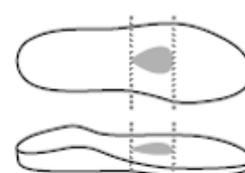

Abb. 4: retrokapitale Pelotte in Tropfenform
- Retrokapitale Pelotte in Tropfenform (Abb. 4)